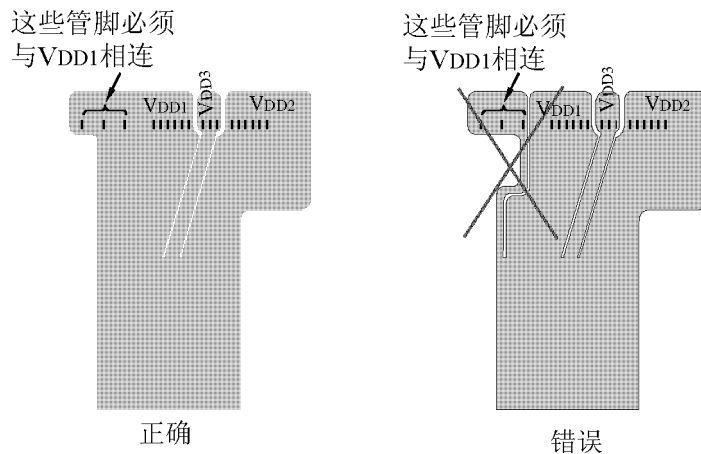

图 9 不用管脚的连接
- **不用管脚—如何连接：**在应用中不用的管脚（如测试管脚、不同的接口管脚等）应当与 V_{DD1} 或 V_{SS1} 相连（tied off）。不用的管脚必须与 V_{DD1} 或 V_{SS1} 尽可能直接相连。有时提供了一些被称为 tie-off 的管脚专门用于不用管脚的连接（称为 V_{XX1} TIEOFF 或类似称呼）。如果没有 tie-off 管脚，不用管脚就直接与 V_{DD1} 或 V_{SS1} 相连，如图 9 所示。